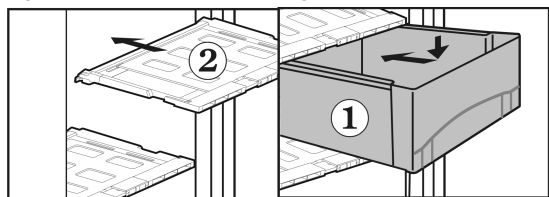

Fig. 17
- ▶ Sette på skuffelokket Fig. 17 (2): Før sporene på lokket nedefra og inn i de bakre festeholderne og la dem klikke på plass i festeholderne foran.
- ▶ Sett skuffene Fig. 17 (1) på skinnene og skyv dem inn til de klikker hørbart på plass.